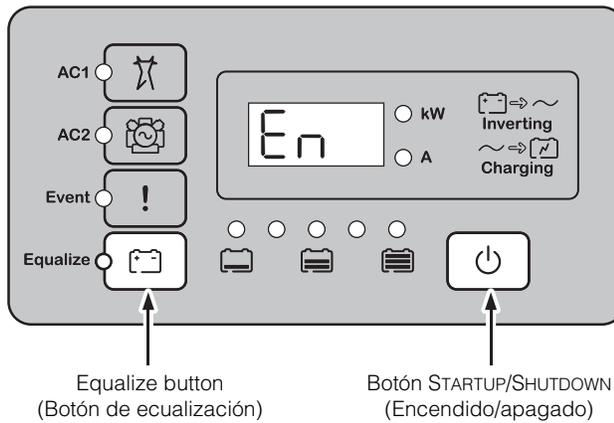

Figura 3-18 Modo habilitado
- ◆ En el panel de información del inversor, pulse simultáneamente los botones STARTUP/SHUTDOWN (Encendido/apagado) y Equalize (Ecuilizar). El Conext XW+ ahora está habilitado, y aparece brevemente **En** (habilitado) en la pantalla de información del inversor, como se ve en la Figura 3-18.